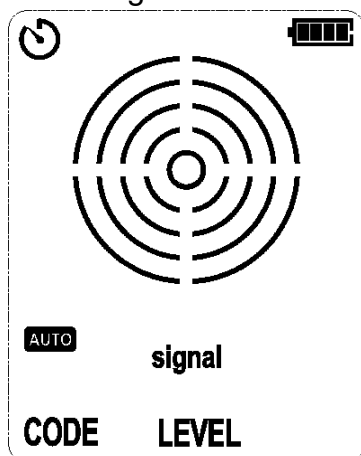

Figure 6.2.1a Mode Auto
2. Le récepteur est allumé par défaut, appuyez brièvement sur le bouton AUTO/MANUAL pour passer en mode de scannage MANUEL (le niveau de réception par défaut est 6), comme indiqué sur les figures 6.2.1a et 6.2.1b.